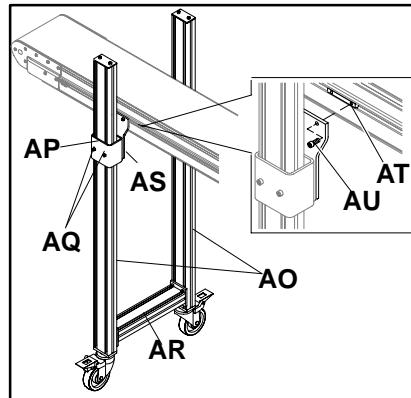

Abbildung 15: Volleinstellbare Aluminiumstützen und Adaptersätze für Gurtförderer der Serie LPZ
Volleinstellbare Aluminiumtragstützen (Abbildung 15)
Diese Stütze besteht aus zwei geschlitzten Aluminiumprofilen (AO von Abbildung 15) und zwei einstellbaren Stahlhalterungen zur Befestigung am Bandförderer (AP). Die beiden einstellbaren Befestigungsteile können auf ihren jeweiligen senkrechten Profilen nach oben oder unten geschoben werden (AQ). Die gewünschte vertikale Position kann durch zwei (2) Befestigungsschrauben fixiert werden. Außerdem wird ein einstellbarer Querträger (AR) mitgeliefert (außer bei kurzen Stützen).